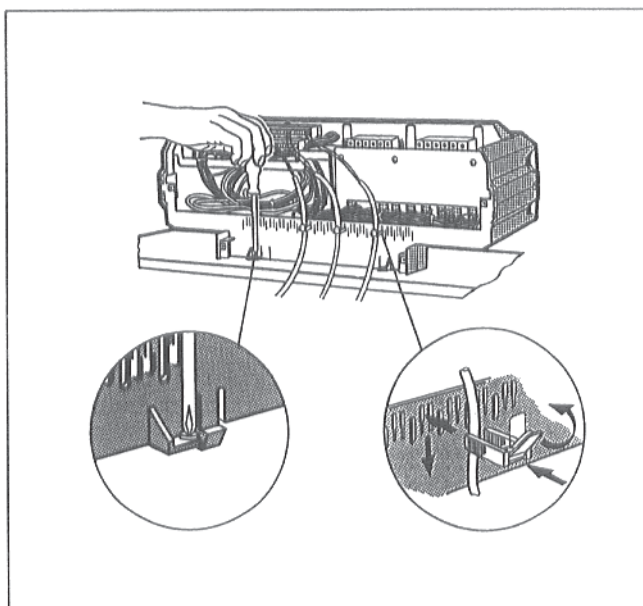

Рис. 22
- Привинтить цоколь устройства регулирования внутри справа и слева в кабельном проходе с помощью 2 винтов к переднему кожуху котла (Рис. 22).
- Скобы крепления кабеля с вложенным в них присоединительным кабелем вставить в зажимной каркас и закрепить кабель, повернув рычаг (Рис. 22).